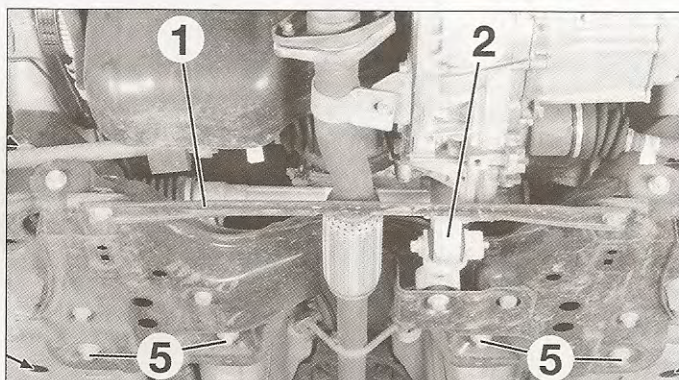
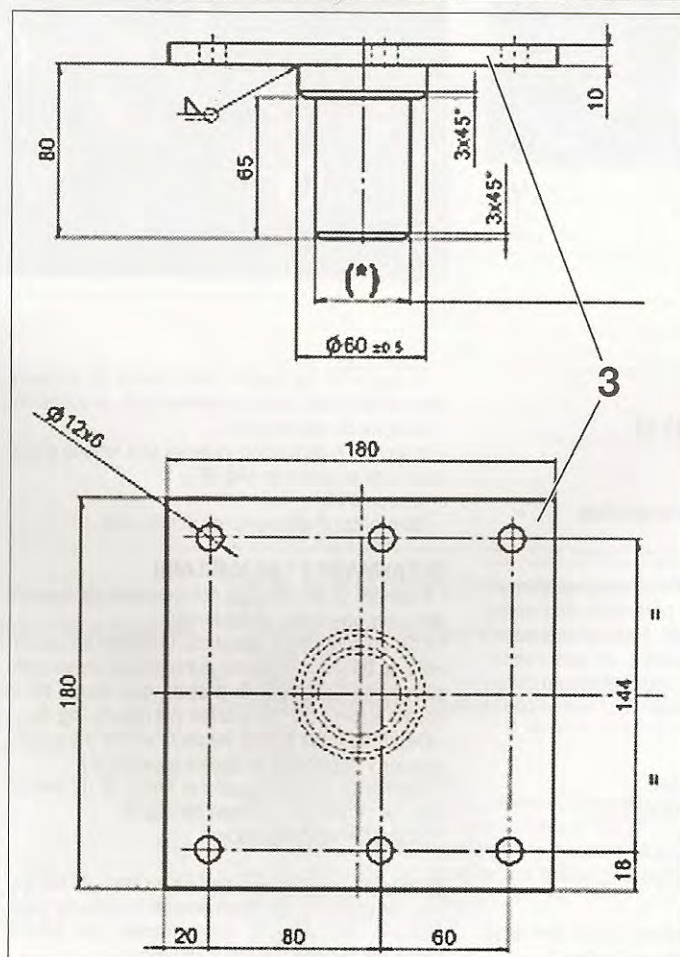

FIG. 8
FIG. 9
- fabricación de centradores para el ensamblado de la cuna (fig. 9).
- el refuerzo del tren delantero (1) (fig. 8).
- Realizar un montaje rígido que incluya los centradores fijos (3) (fig. 9) correspondientes a los orificios (4) (fig. 8) para la sujeción y el centrado durante el ensamblado de la cuna.
- Situar el montaje debajo de la cuna con los centradores en los orificios (4) (fig. 8).
- Desmontar los tornillos de fijación inferiores (5) y en ambos lados (6).
- disponer la cuna correctamente con los centradores (3) (fig. 9) en los orificios (4) (fig. 8).